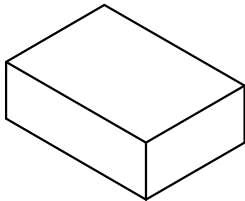

图3 内盒包装
- 2: 如图3，每内盒装3小袋，装盒后贴上物料标签，数量为3X500pcs。